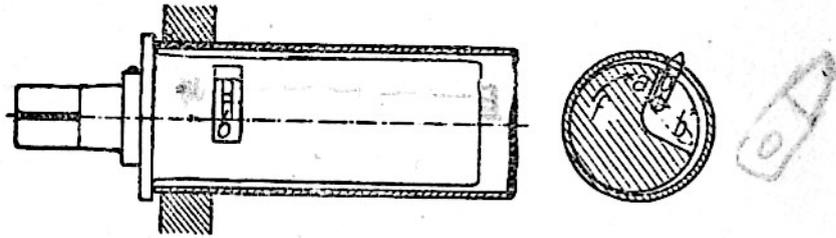

Fig. 18. — Schéma d'un coupe-tubes
b) *Retrait d'une tubulure.* En ce cas, il est préférable de couper tous les tubes au ras des plaques tubulaires à l'intérieur, au moyen du coupe-tubes (fig. 18), ce qui est facile et rapide.